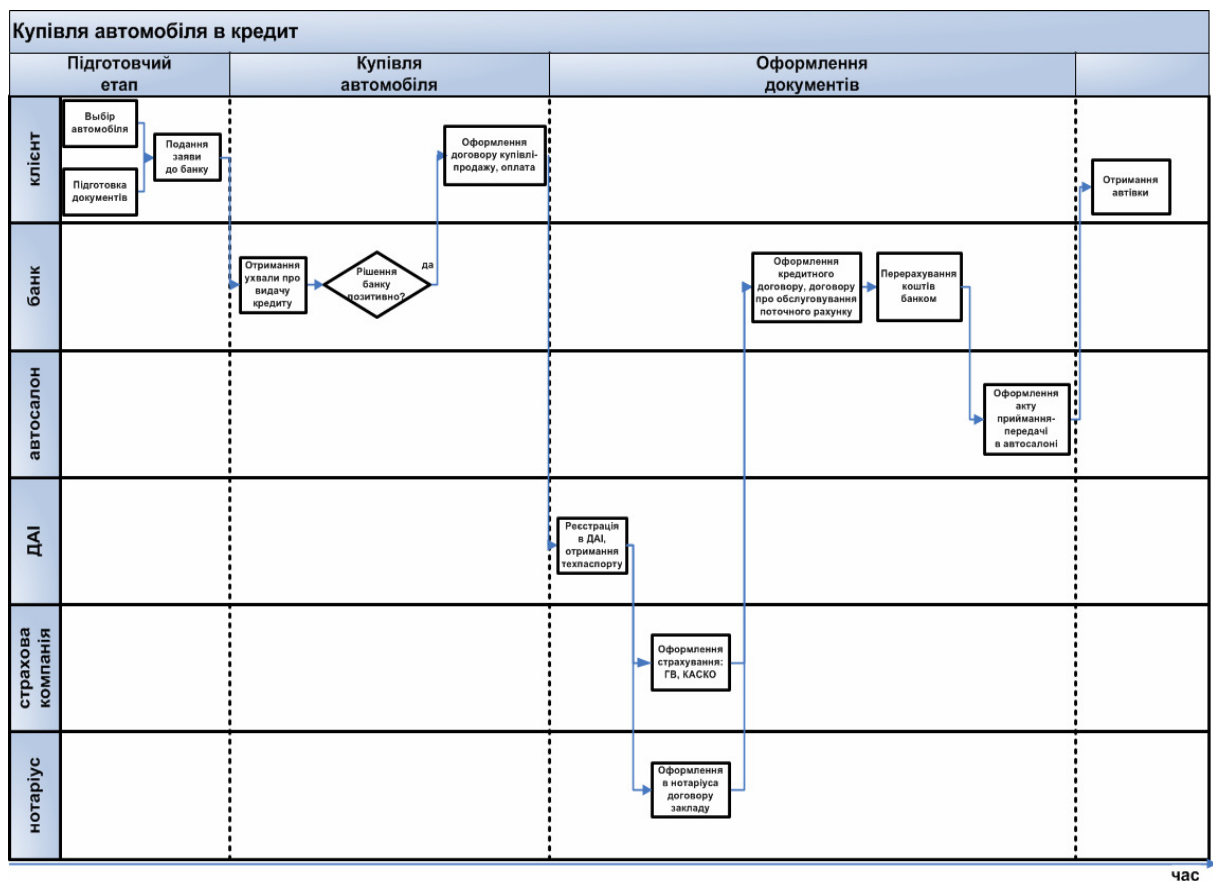

Рис. 11.6. Карта процесу
7. На діаграмі послідовності не відображається, хто з виконавців братиме участь у процесі. Для цього слід скористатися діаграмою *Карта процесу* (рис. 11.6).